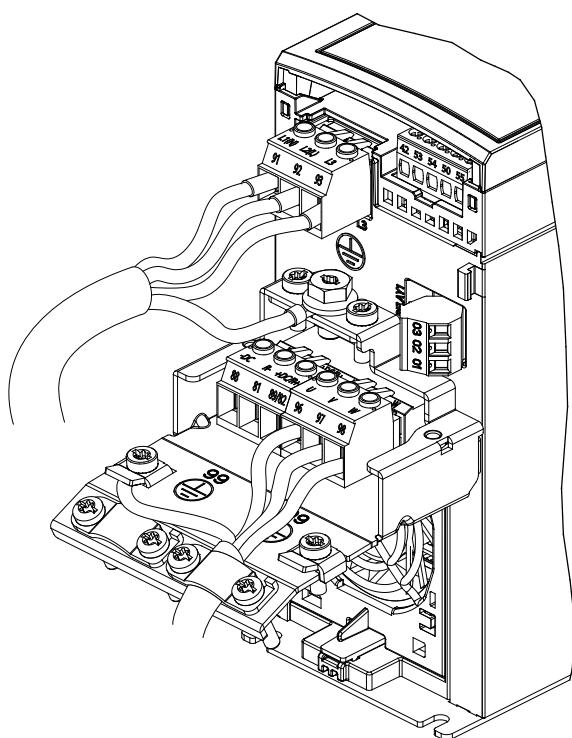

图 4.7 3 相设备的主电源、电机和接地
单相和 3 相变频器的主电源、电机以及接地分别如 图 4.6 和 图 4.7 所示。实际配置可能随设备类型和选配设备的不同而存在差异。
1. 将交流输入电源电缆连接到单相设备的端子 N 和 L（请参阅 图 4.6），或连接到 3 相设备的端子 L1、L2 和 L3（请参阅图 4.7）。